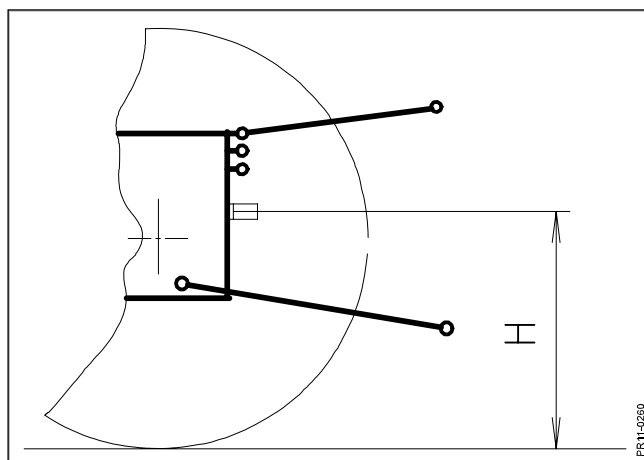

Fig. 2-6
- Fig. 2-6** 1) Hay que medir la altura **H** del eje de la TDP y hasta el suelo.